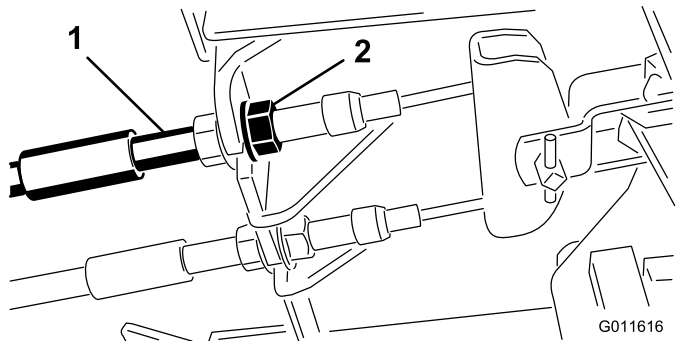

图67
1. 要缩短刹车踏板的自由行程，可以通过松开刹车拉线螺纹端的前螺母，紧固刹车（图67）。